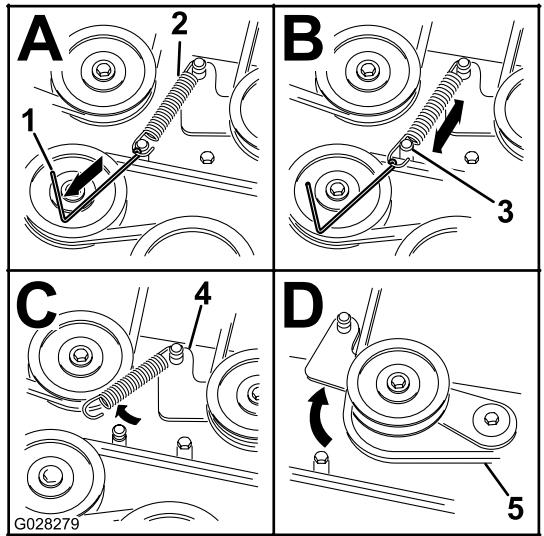

Figura 62
8. Alivie la tensión del muelle de la polea tensora. Consulte Figura 62.
Nota: Utilice la herramienta para la retirada de muelles (Pieza Toro Nº 92-5771) para retirar el muelle del anclaje de la carcasa de corte (Figura 62).